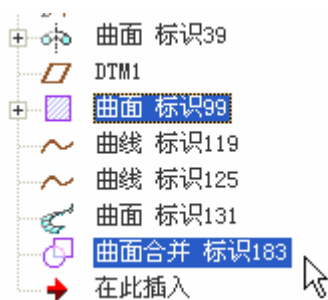

图 65-15
- (2) 单击菜单【编辑】 【合并】或单击特征工具栏中的 ，打开曲面合并特征操控板。
- (3) 接受系统的默认设置，单击 ，完成曲面合并。
- (4) 在模型树中如图 65-15 所示选中建立的两个曲面特征。